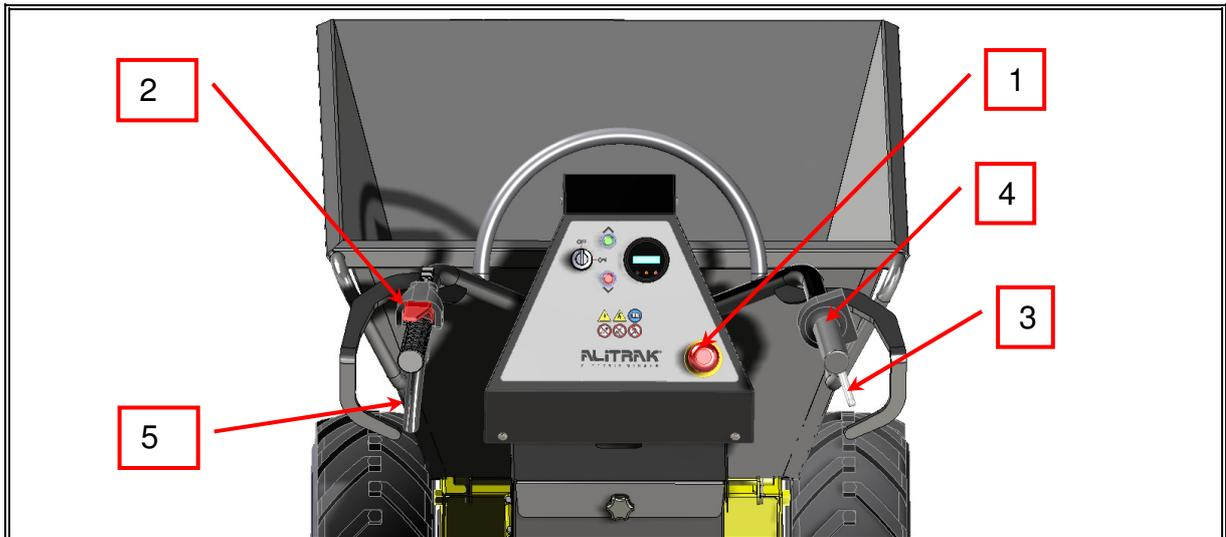

Fig. 5-2 Posizione dei dispositivi di sicurezza e comando
ADVERTENCIA: *Control de los dispositivos de seguridad fig. 5-2.*
- ADVERTENCIA: Seguridad en fase de PARADA de la máquina de la fig. 5-2.**